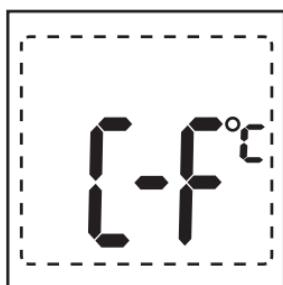

Fig. 3
1. Mantenga presionado el botón encendido/apagado. La pantalla inicialmente mostrara la opción para seleccionar la unidad de medición. Manteniendo presionado a continuación mostrará tres líneas y el modo de medición actual (Fig. 3). Mientras se muestra esta imagen soltar el botón de encendido/apagado para cambiar de un modo a otro.